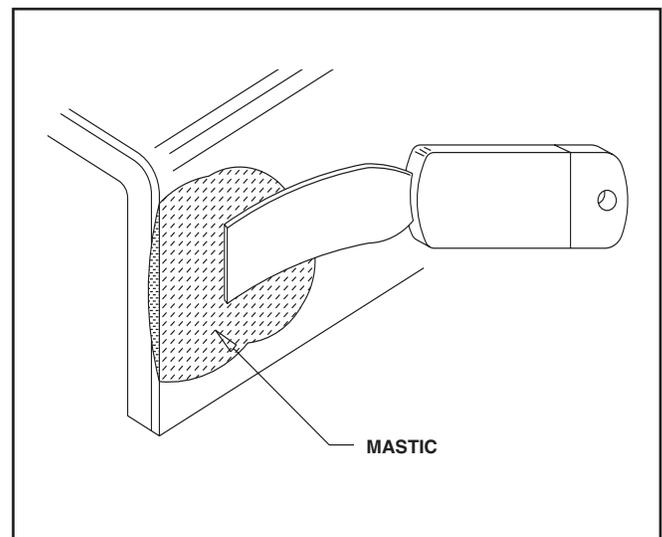

Figure 20 - Ajout du mastic
5. À l'aide d'une spatule, remplir la zone dégagée d'enduit gélifié et lisser la surface le mieux possible. Voir Figure 20.